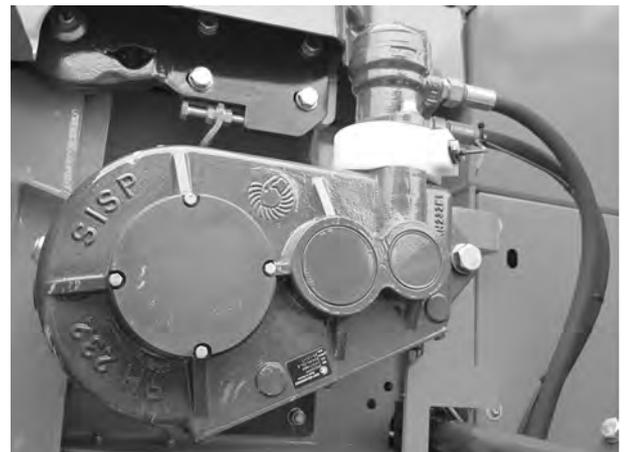

Abb. 103: Motor des Förderbands prüfen
- der Hydraulikmotor des Förderbandantriebs, *Abb. 103 Motor des Förderbands prüfen*